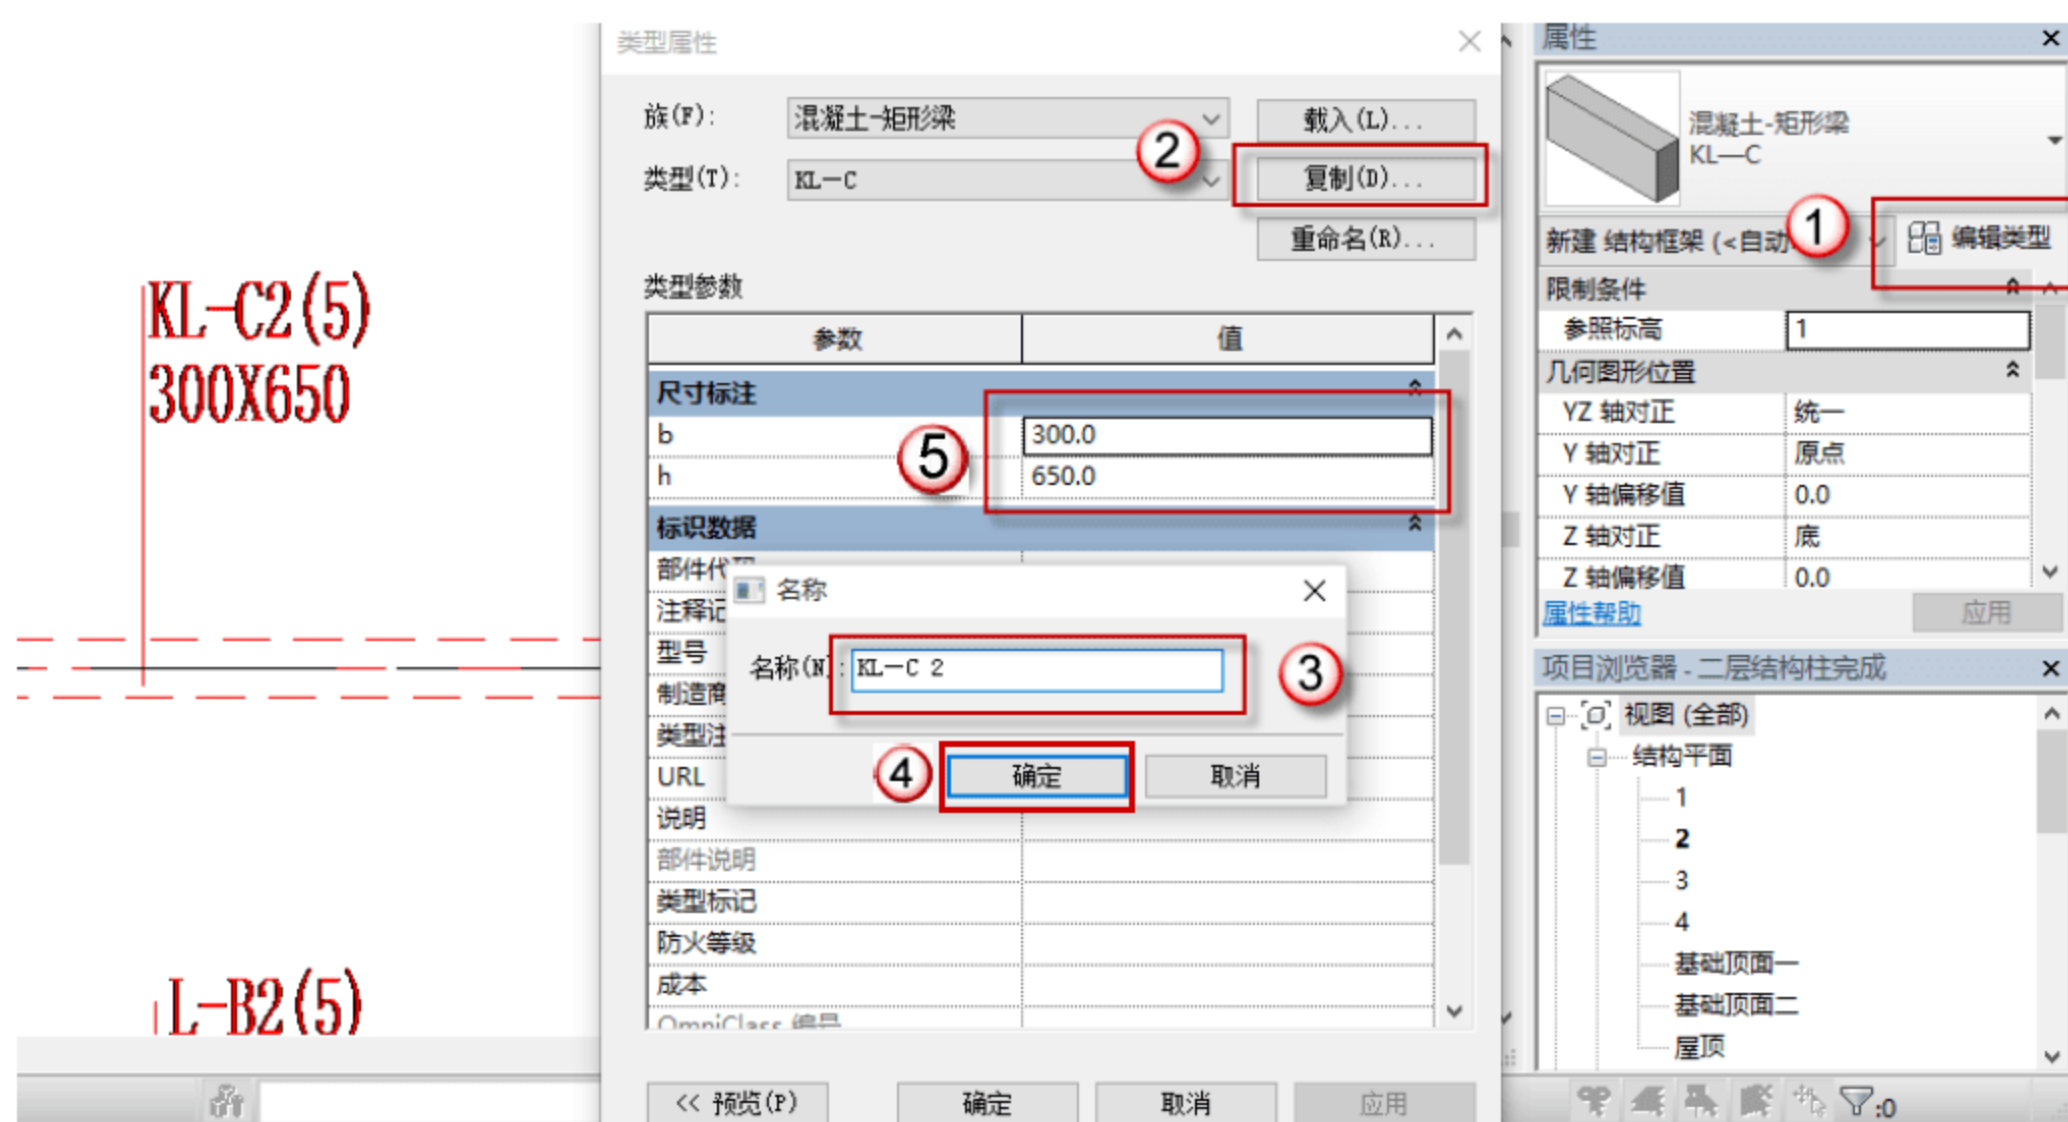

图 4.2.23 设置 KL-C2 参数
(23) 设置矩形梁 KL-C2 参数, 按快捷键 B+M, 出现绘制的界面, 单击“编辑类型”按钮, 在弹出的对话框中单击“复制”按钮, 再在弹出的对话框中命名新的族 KL-C2, 单击“确定”按钮。在“尺寸标注”栏设置参数, 如图 4.2.23 所示。